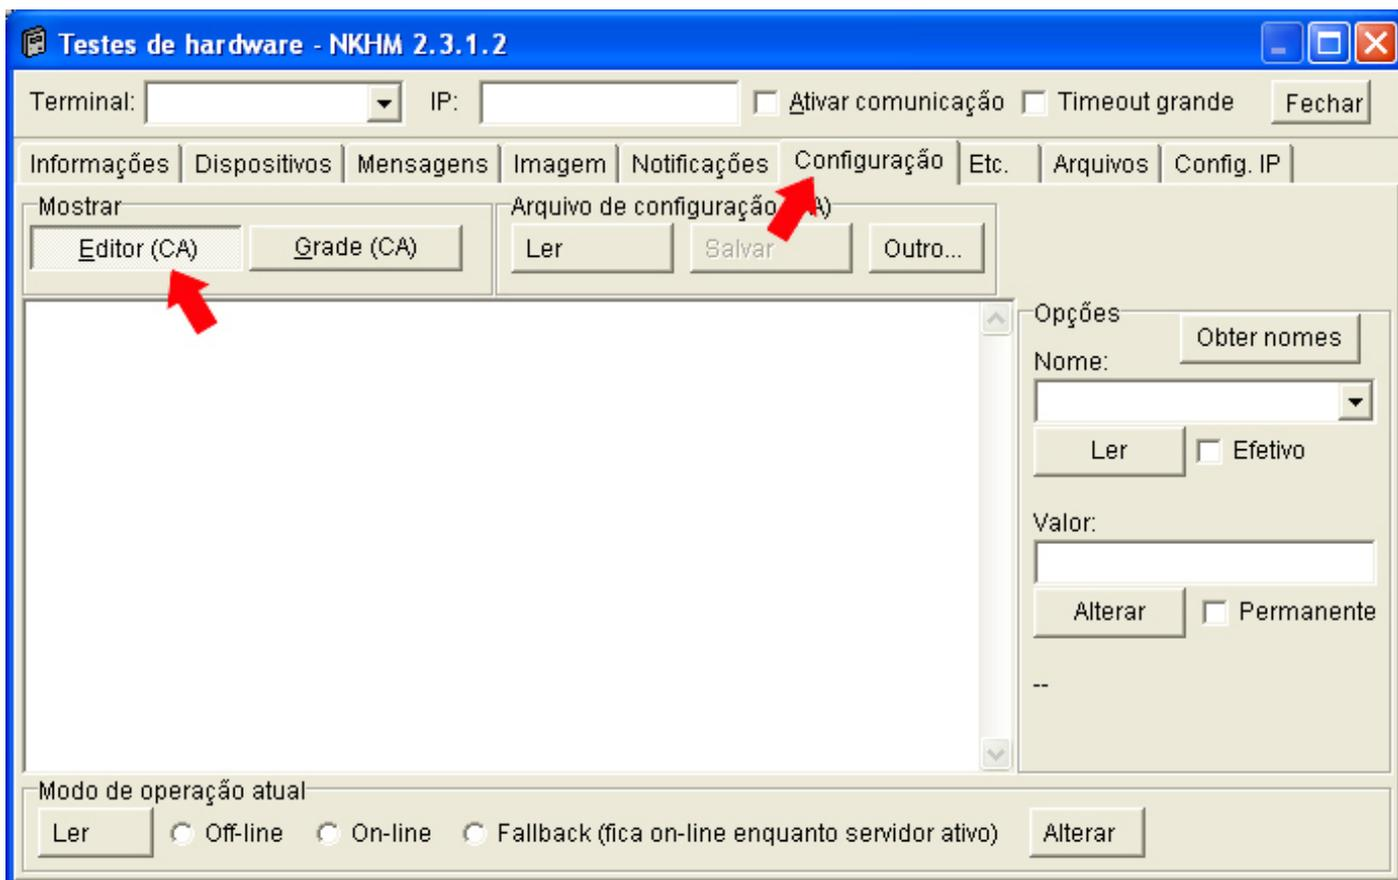

Fig. 57 - Na aba “Configuração” clique sobre o botão “Editor (CA)”.
4 - Clique sobre a aba “Configuração”. No painel “Mostrar”, clique sobre o botão “Editor (CA)”; (fig. 57).